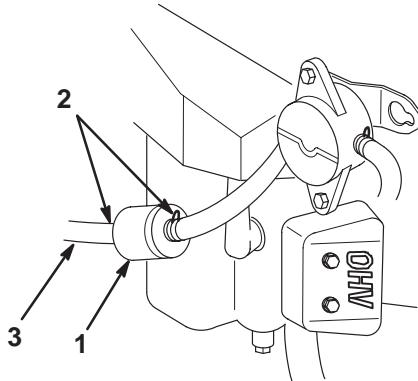

Figure 29
4. Pincez les extrémités des colliers et faites glisser ceux-ci pour les éloigner du filtre (Fig. 29).
6. Posez un filtre neuf et rapprochez les colliers de fixation du filtre (Fig. 29).
5. Desserrez le collier de serrage au niveau du filtre à carburant et repoussez-le le long de la conduite d'alimentation pour l'éloigner du filtre (Fig. 29).
6. Débranchez la conduite d'alimentation du filtre (Fig. 29).
8. Raccordez la conduite d'alimentation au filtre. Rapprochez le collier de serrage du filtre pour fixer la conduite d'alimentation (Fig. 29).